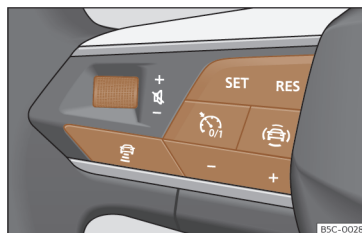

Fig. 154 No volante multifunções: botões para utilizar o ACC
Infotainment»»» Página 91, e se dispõe dos botões próprios da função ACC no volante multifunções»»» Fig. 154.
- Para começar a regulação pressione o botão **SET** >>> **Fig. 154**.
Para programar a velocidade pressione os botões + o - >>> **Fig. 154** até à velocidade pre-
- Pressione o botão  e, em seguida, o botão + ou - >>> **Fig. 154**.